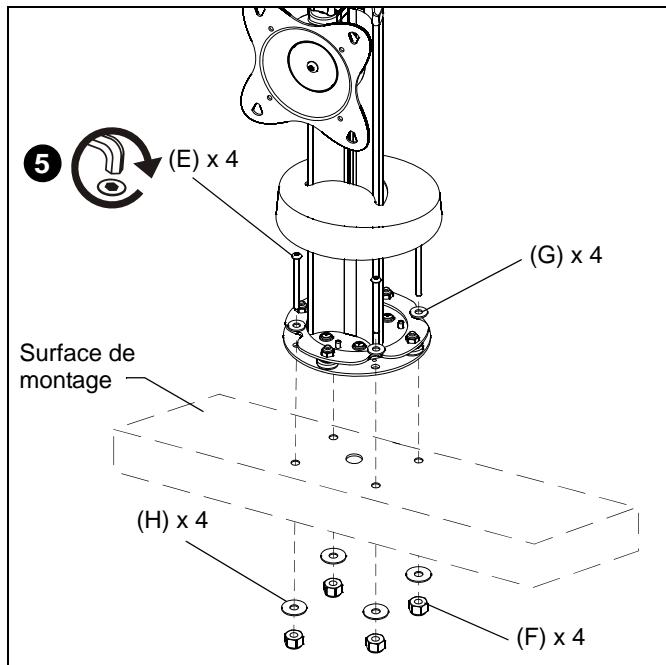

Figure 4
5. À l'aide d'une clé hexagonale de 3,9 mm (5/32 po), fixez le STS1 à la surface de montage (L) avec quatre vis de fixation à tête ronde 1/4-20 x 3-1/4 po (E), quatre rondelles plates de 6,4 mm (1/4 po) (G), quatre rondelles protectrices de 6,4 mm (1/4 po) (H), et de quatre écrous nyloc de 6,4 mm (1/4 po) (F). (Voir Figure 4)